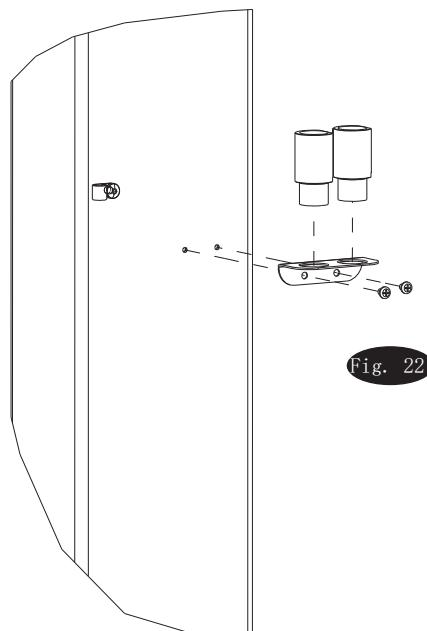

Fig. 22
19. 加高接头套：用(2个) 5/16” -18NC x 3/8” 的十字槽盘头螺钉将接头套支架安装到立柱背面。然后将加高接头套放到支架上。如Fig. 22。